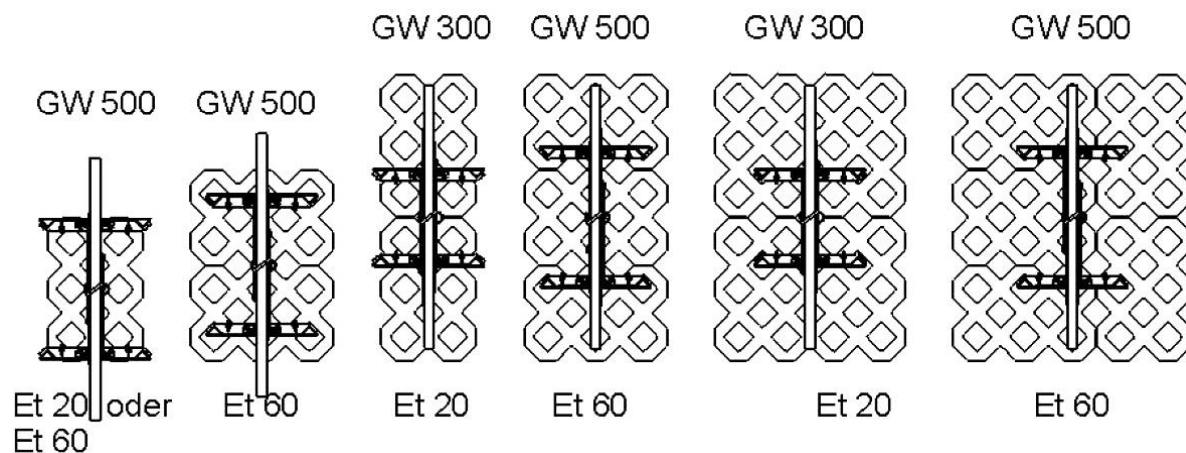

Bild 1
Det avbildade gripgodset (gräsarmeringsstenarna) kan lyftas med två hålurtag (4:e hålet inifrån på respektive sida) för ett gripområde/gripbredd (GW) på ca 300 mm och två hålurtag (7:e hålet inifrån på respektive sida) för ett gripområde/gripbredd (GW) på ca 500 mm (→ bild 1).